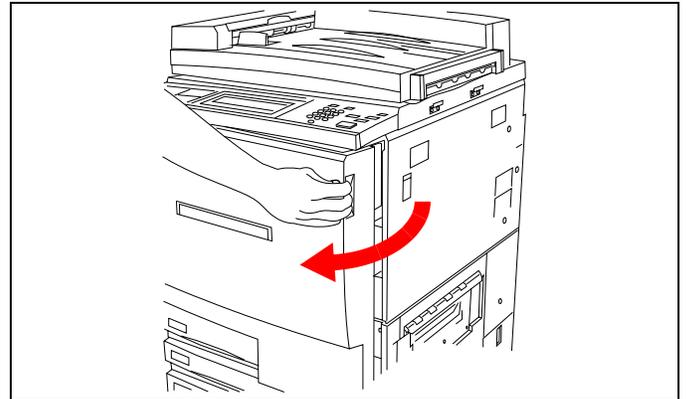
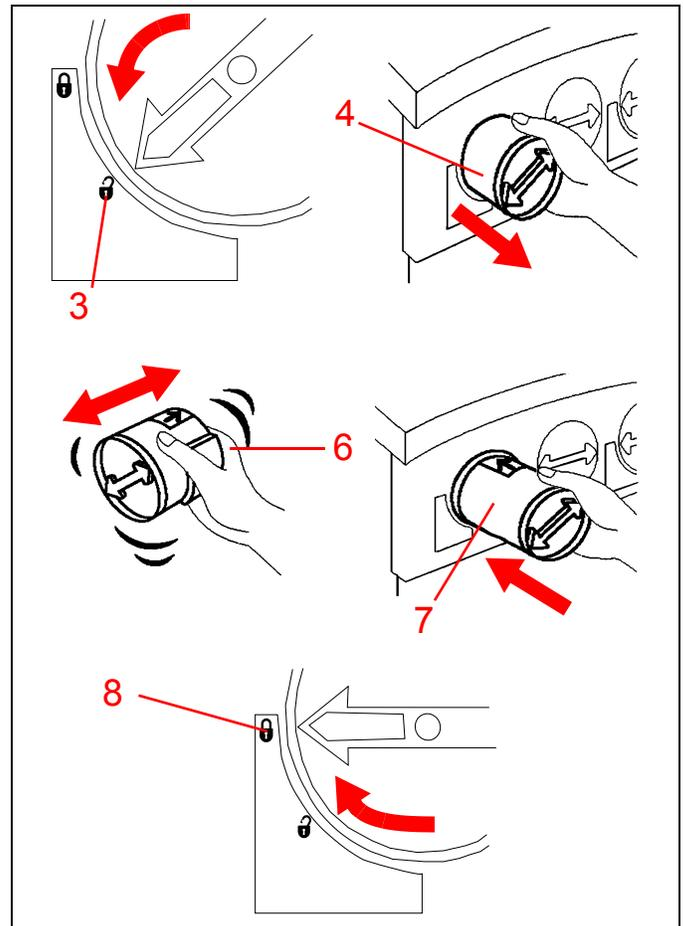

Figure 18
Figure 22
Montrez comment ouvrir la porte avant du copieur. Reportez-vous à la Figure 18.
1. Reportez-vous à la Figure 22. Ouvrez la porte avant de l'imprimante DocuColor 12. (Reportez-vous à la Figure 18 en page 11.)